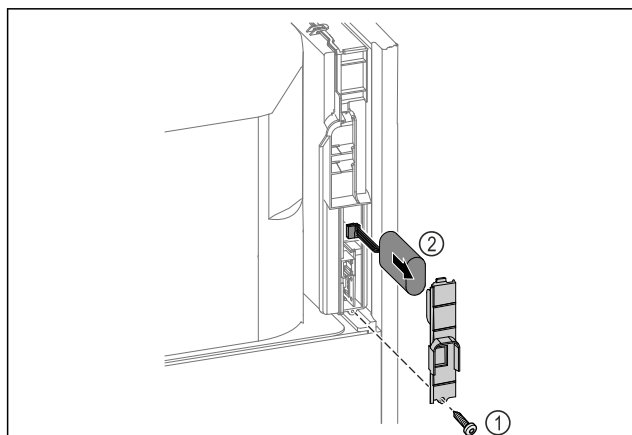

Fig. 219
- ▶ Odvijte vijake in odstranite pokrov na zadnji strani naprave Fig. 219 (1).
- ▶ Snemite in odstranite baterijo Fig. 219 (2).